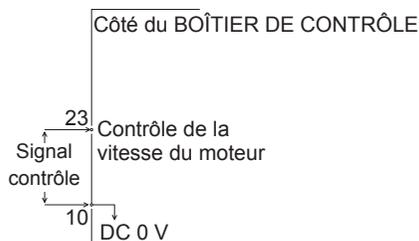

Fig. 30
**Lors de l'application de DC 0 V à DC +10 V, n'entrez jamais plus de 10 V DC au BOÎTIER DE CONTRÔLE (Fig. 30). Faute de quoi, cela pourrait occasionner de sérieux dommages au niveau du panneau I/O du BOÎTIER DE CONTRÔLE.**